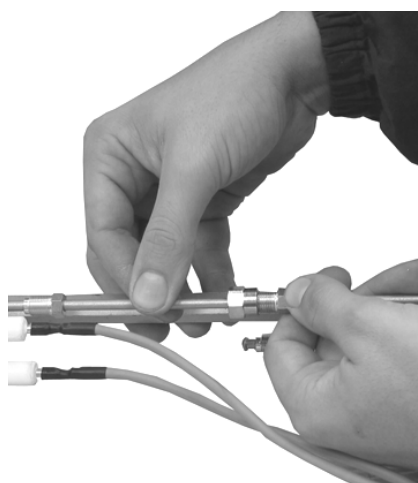
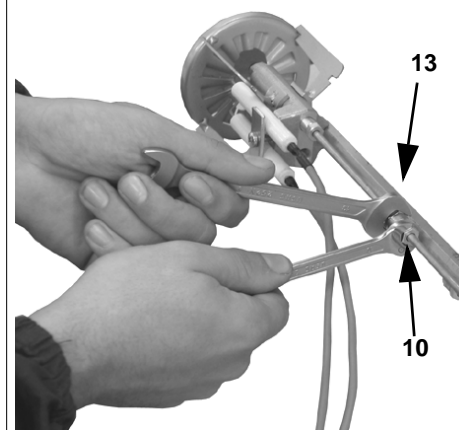

Рис. 16
Рис. 17
- 5 Установить два удлинителя (которыми оснащена горелка, они находятся в коробке с принадлежностями горелки) на трубки подачи дизельного топлива (Рис. 16) и закрепить их с помощью двух ключей на 13 и 10 (Рис. 17). Прикрепить удлинители к держателю форсунки с помощью двух ключей на 22 и 10 (Рис. 17).